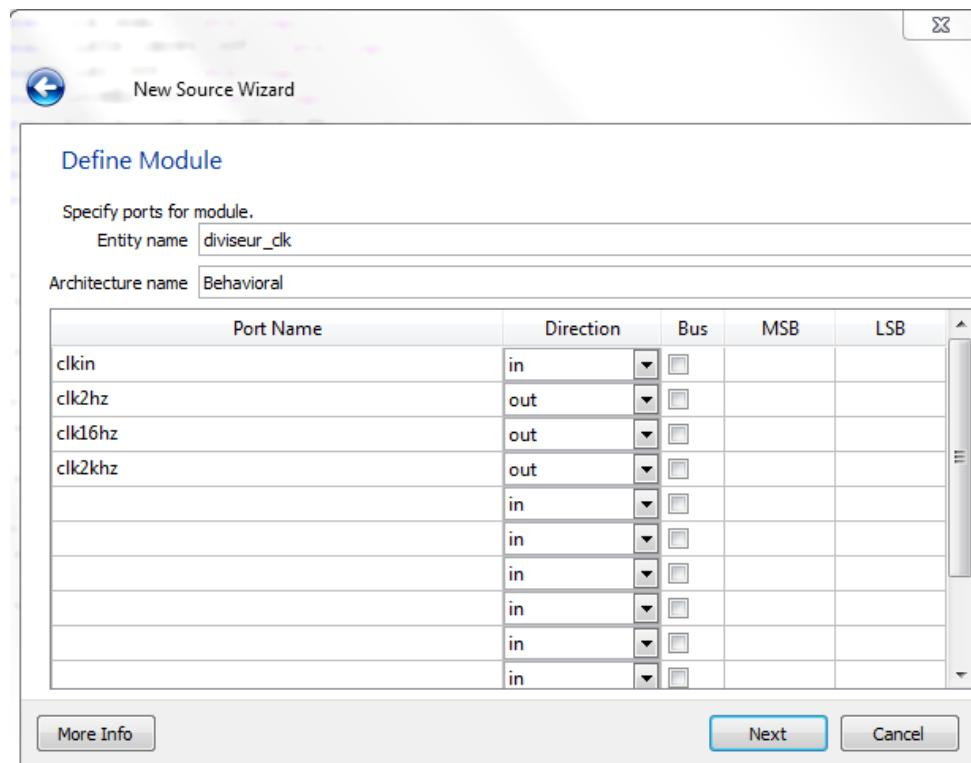

Figure 40. La boîte de dialogue Define Module pour entrer les ports d'entrées/sorties du module VHDL à créer.
4. Créez un port d'entrée **clkin** et trois ports de sortie **clk2hz**, **clk16hz** et **clk2khz** comme illustré à la Figure 40.